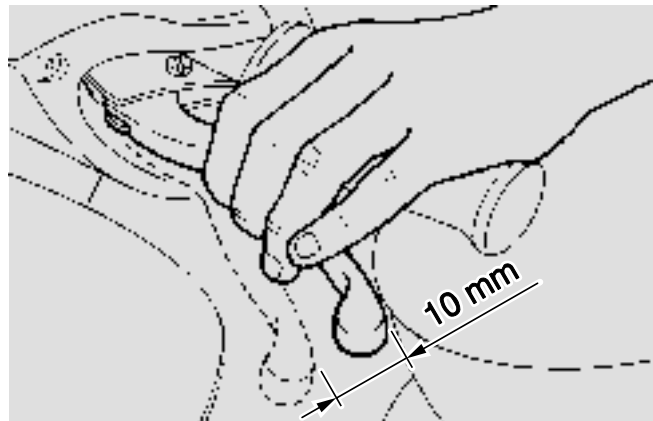

Fig. 17
- ◆ Mesurer la distance que parcourt le levier avant que le frein commence son action de freinage. La course à vide à l'extrémité du levier du frein, doit être d'environ 10 mm (Fig. 17).